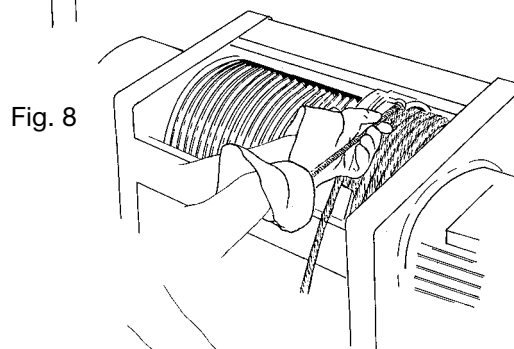
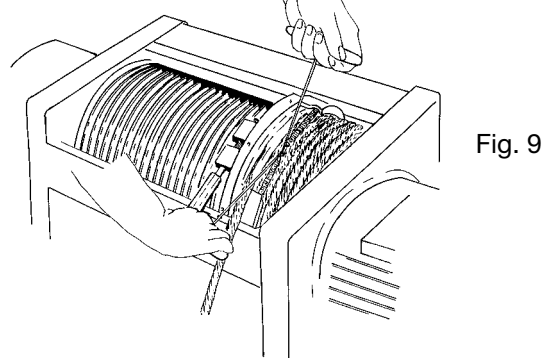
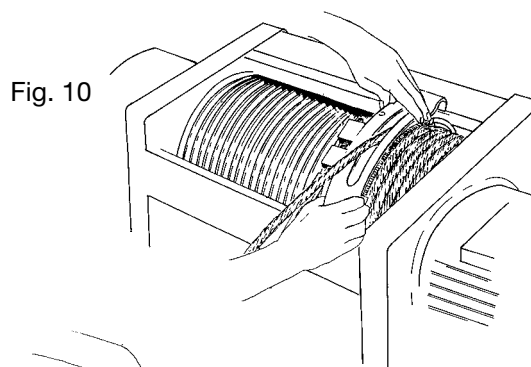
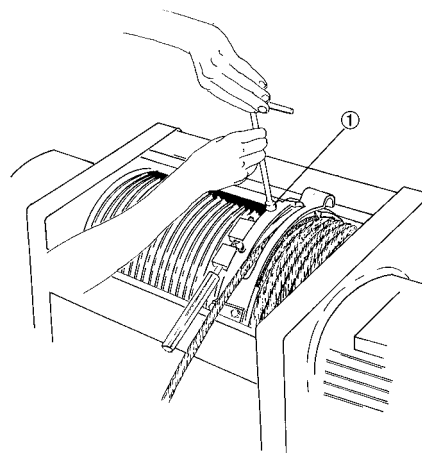

Fig. 8
Fig. 9
Fig. 10
Fig. 11
Monter wiserpændings-fjederen i den særlige åbning inde i ringen (fig. 8) og luk den ved at påhægte den (fig. 9). Sæt wireførsingsglideskoen på (Fig. 10) og stram skrue pos. 1 (Fig. 11).